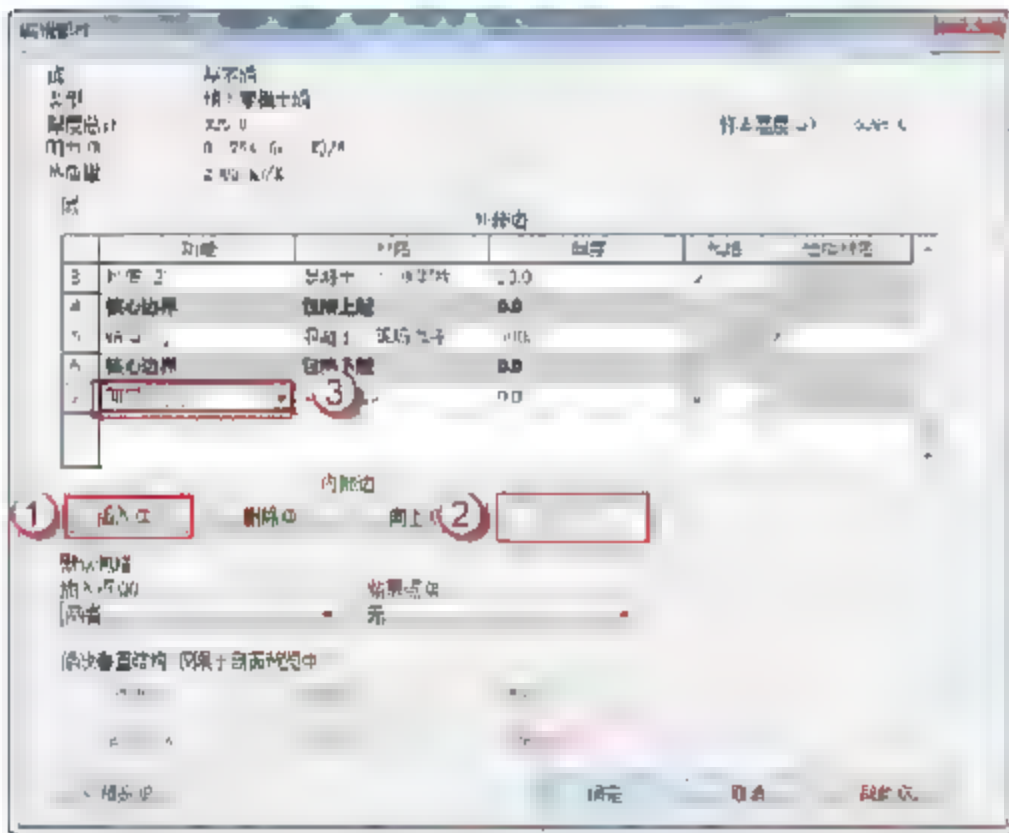

图 9.1.22 添加“面层 2 [5]”功能
(9) 添加“面层 2 [5]”功能。在“编辑部件”对话框中选中“结构[1]”，单击“插入”→“向下”按钮，在“功能”参数下将“结构[1]”改为“面层 2 [5]”，如图 9.1.22 所示。